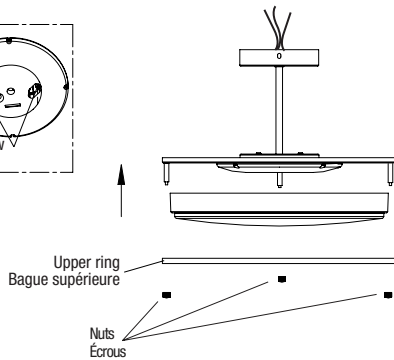

Fig. 6b
6. Assemble the luminaire diffuser and upper ring together, use the three nuts to fix them (Fig. 6b).
10. Assembler le diffuseur et l'anneau supérieur du luminaire en utilisant les trois écrous pour les fixer (Fig. 6b).